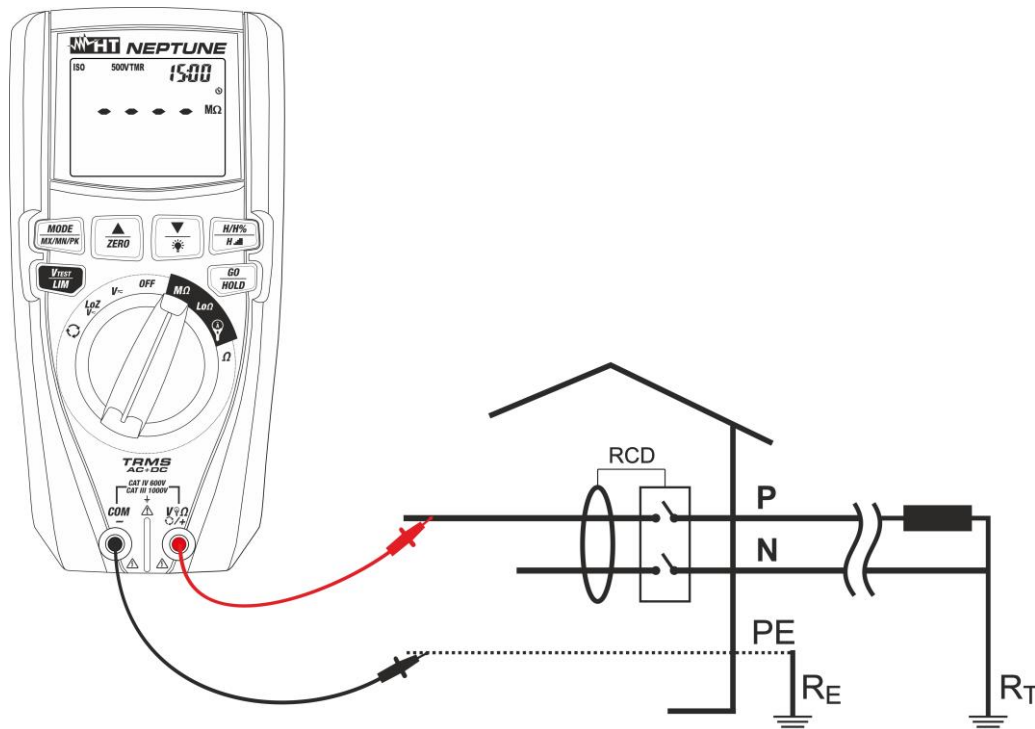

Abb. 19: Verwendung des Geräts zur Messung des Isolationswiderstands im Betriebsmodus TMR
6. Verbinden Sie die rote Messleitung mit der Eingangsbuchse **VΩ☼/+** und die schwarze Messleitung mit der Eingangsbuchse **COM/-** und verbinden Sie das Gerät mit dem zu prüfenden System (siehe Abb. 19).